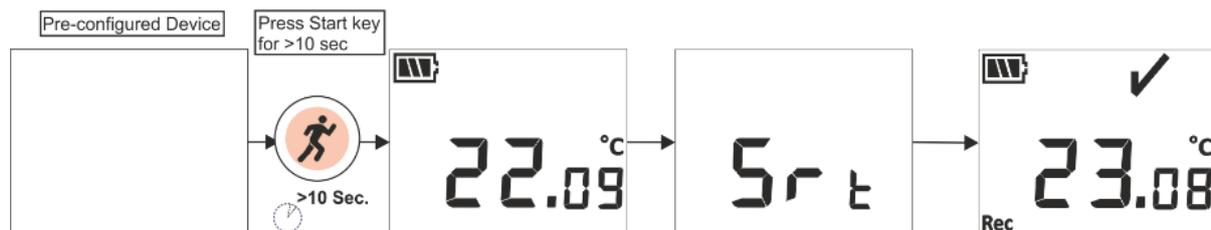

Figure7 Démarrer le lot manuellement
2. L'utilisateur peut démarrer manuellement l'appareil après la configuration par lots, si nécessaire en appuyant sur la touche "**Démarrer**" pendant environ 10 secondes, comme illustré à la figure 7.